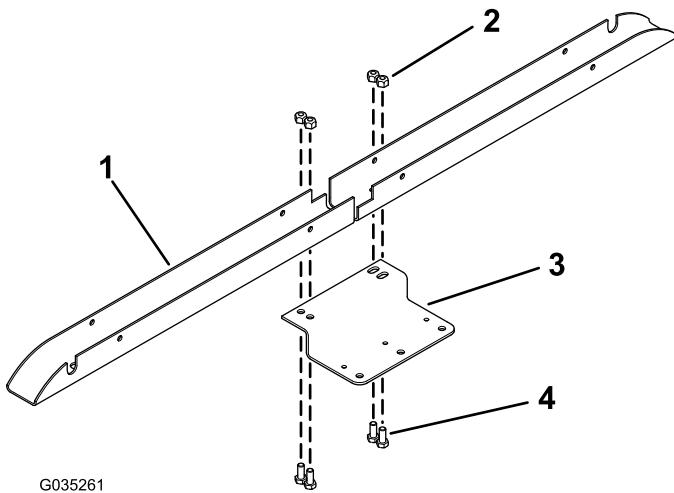

**Figura 4**
2. Prenda os dois canais de luz ao ROPS com os quatro suportes de montagem de canal de luz, quatro parafusos de cabeça sextavada (1/4 x 2-3/4 pol.), quatro anilhas de cabeça chata (1/4 pol.) e quatro porcas flangeadas (1/4 pol.) como se mostra na Figura 4.